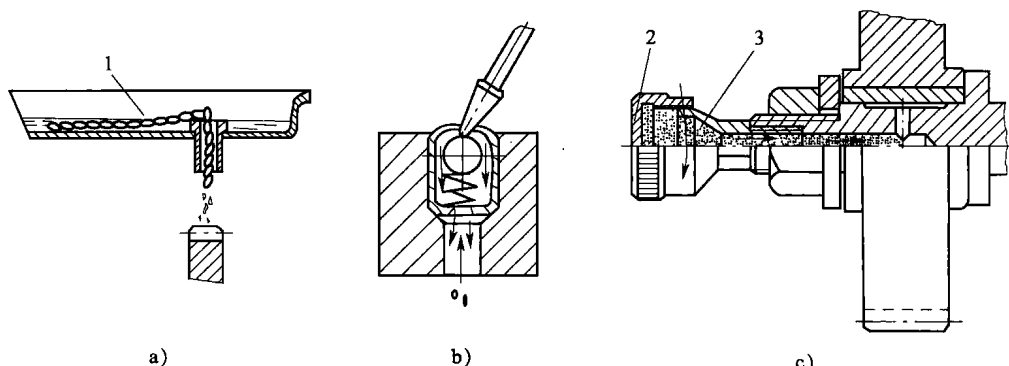

图 1—1—8 车床润滑的几种形式
(1) 浇油润滑 常用于外露的滑动表面,如床身导轨面和滑板导轨面等。
(2) 溅油润滑 常用于密闭的箱体中。如车床主轴箱中转动的齿轮将箱底的润滑油溅射到箱体上部的油槽中,然后经槽内油孔流到各润滑点进行润滑。
(3) 油绳导油润滑 常用于进给箱和溜板箱的油池中。利用毛线既易吸油又易渗油的特性,通过毛线把油引入润滑点,间断地滴油润滑,如图 1—1—8a 所示。